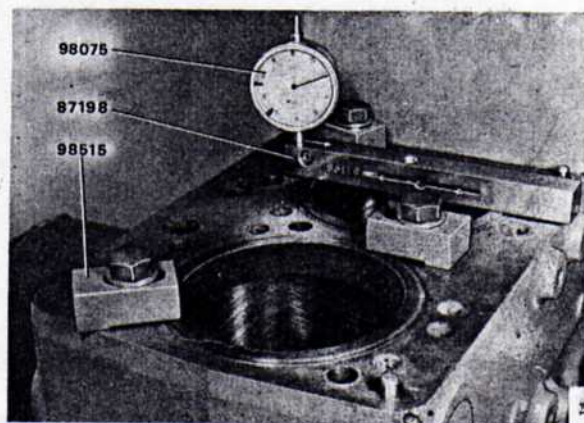

Fig. 61. Casquillos para el presionado de camisas, regla de medición e indicador de cuadrante con punta de medición
5. Presionar la camisa con dos tacos según la fig. 61. Apretar los tornillos con 60 Nm.